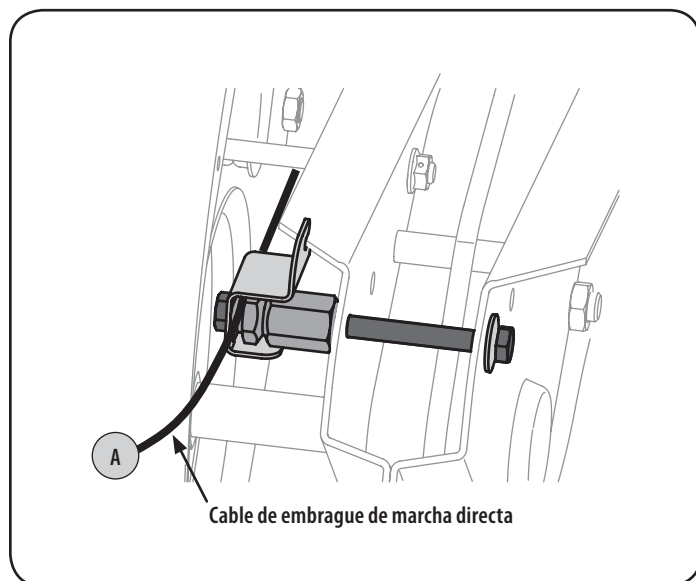

Figura 1
1. Identifique el cable del embrague de marcha directa (A). Vea la Figura 1.